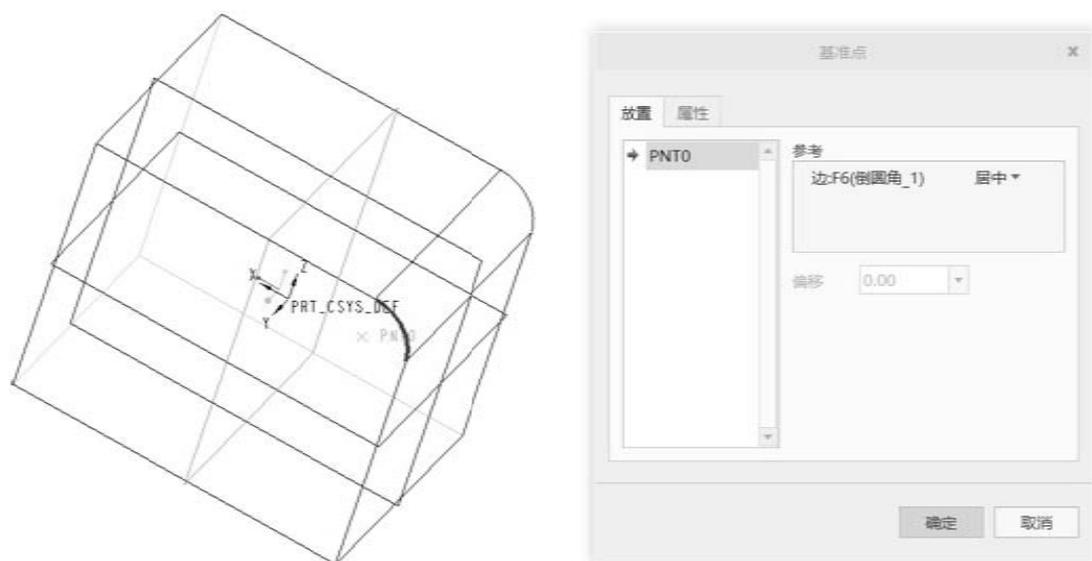

图 3-20
(2) 在圆弧的中心创建基准点，约束选用“居中”，所创建的点便是圆弧圆心所在的位置，具体创建方法见图 3-20。